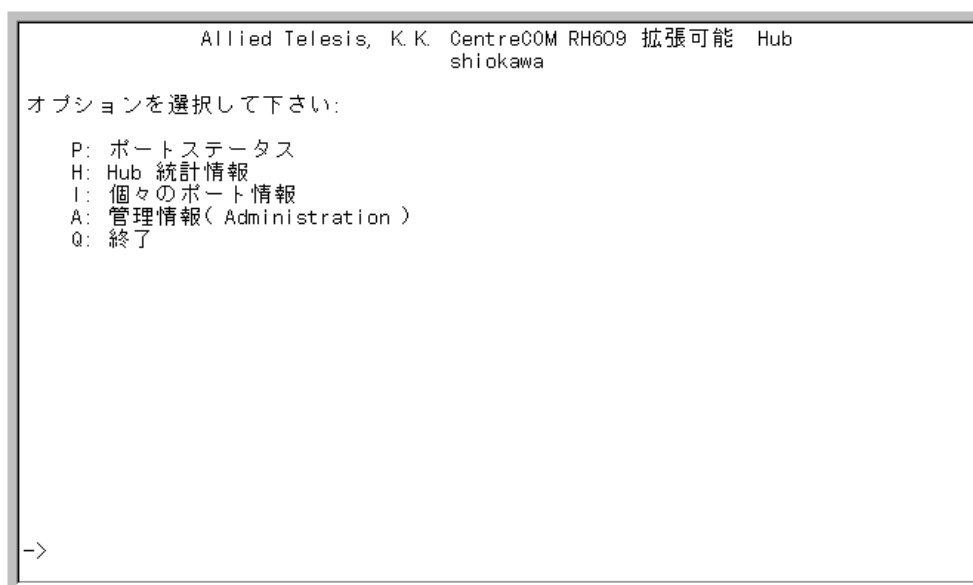

図5-1 「メインメニュー」画面
- 1 メインメニュー（図5-1）で"A"と入力し、Enterキーを押すと、「管理情報(Administration)」画面が表示されます。